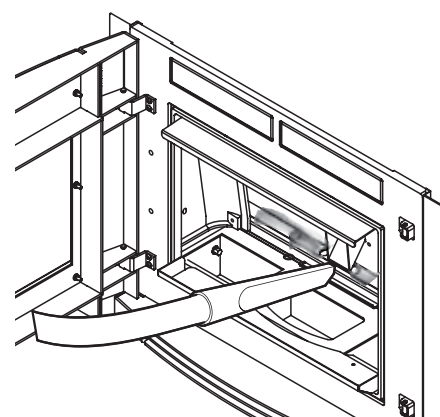

Fig.15.8
- 3) asportare con un aspiratore eventuali accumuli di cenere o fuliggine depositati sulla parete dietro lo schienale (Fig.15.8)